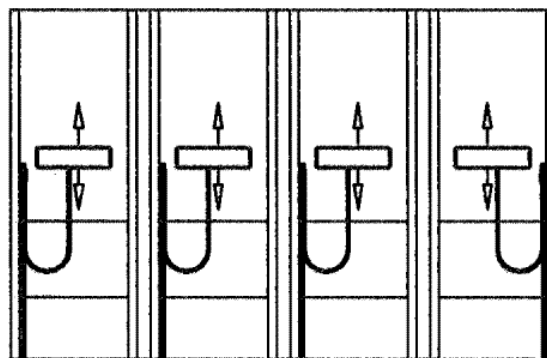

Рис. 46: Пример: схема монтажа кабелей питания для нескольких лифтовых стеллажей
- При наличии трёх и более лифтовых стеллажей кабели питания находящиеся в середине стеллажей должны быть смонтированы таким образом, чтобы они были обращены в сторону дверцы для ТО (см. рис. 46).
- Установите на находящиеся в середине лифтовые стеллажи по одной дополнительной боковой облицовочной панели, так чтобы она доходила до половины высоты стеллажа (см. рис. 46). Нижний проход до высоты 1875 мм остаётся свободным.